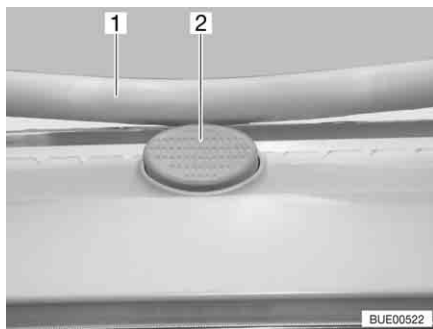

Fig. 89 Bottone di sicurezza sull'oblò Heki
- Premere il bottone di sicurezza (Fig. 89,2) e tirare verso il basso la staffa (Fig. 89,1) con entrambe le mani.
- Premere la staffa verso l'alto con ambedue le mani, finché la staffa non poggia al di sopra del bottone di sicurezza (Fig. 89,2).